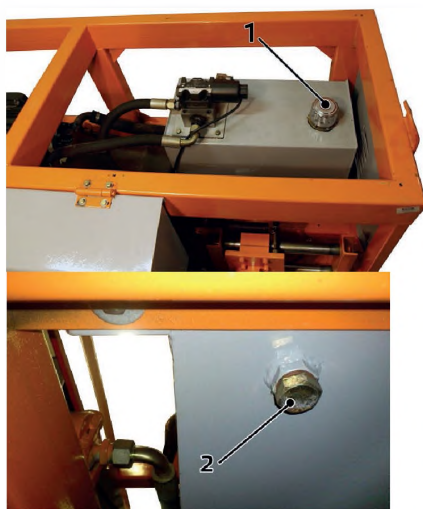

Рис. 11
1. Открутите крышку маслосливного отверстия 1 (Рис. 11).
3. Открутите пробку маслосливного отверстия 2 (Рис. 11), слейте масло, закрутите пробку обратно (установите новую прокладку пробки маслосливного отверстия).